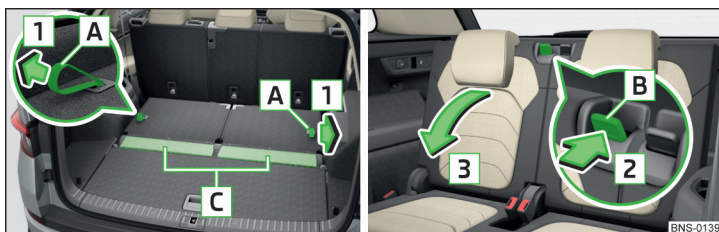

Fig. 93 Relever/Rabattre les dossiers
- Pour **relever** le siège, tirez sur les oeillets **A** dans le sens de la flèche **1** » fig. 93. Le dossier doit s'enclencher de façon audible une fois relevé.